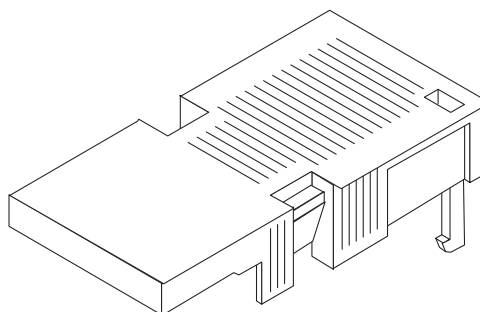

図 5-1 DC 接続部品
1. DC 入力電源ケーブルの組み立てに使用する部品を確認します (図 5-1 を参照)。